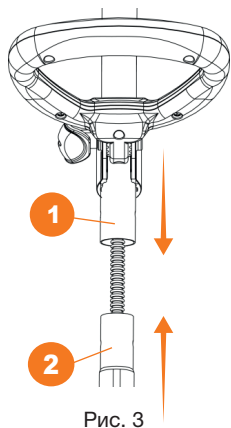

Рис. 3
- Соедините верхнюю и нижнюю части штанги, вставив нижнюю часть **1** внутрь верхней **2** (Рис. 3).